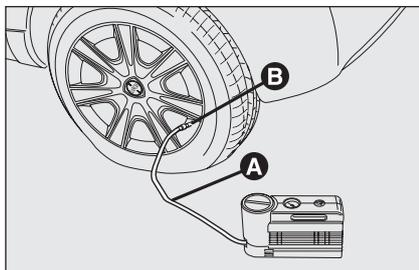

fig. 5
- **Azionare il freno a mano.** Svitare il cappuccio dalla valvola del pneumatico, estrarre il tubo flessibile di riempimento **A-fig. 5** ed avvitare la ghiera **B** sulla valvola del pneumatico;